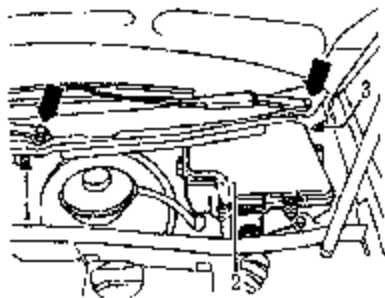

图 4-10 拆卸刮水器
(11) 如图 4-10 所示，拆下刮水器臂（箭头），从导流板上拉下个固定卡箍和，拆下导流板，从电子元件盘上拆下盖板。